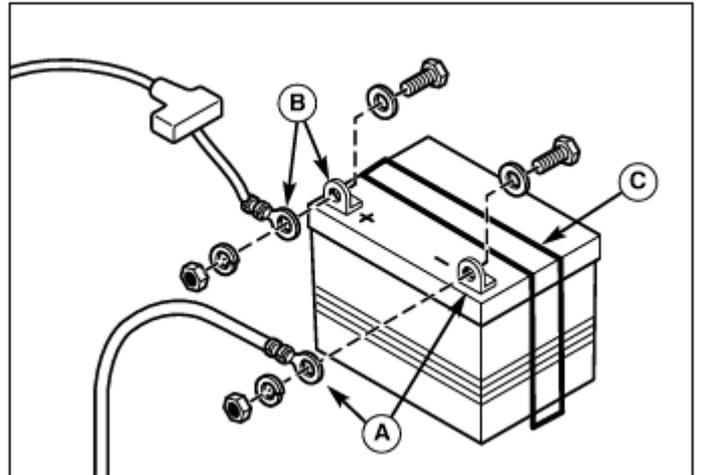

図 17 バッテリー
1. バッテリーからケーブルを外す時は、マイナス (-) ケーブル (図 17 の A) から外して下さい。
2. バッテリー固定ストラップ (C) とバッテリーを外します。
6. バッテリーケーブルをプラス (+) ケーブル (B) から先に取り付けます。